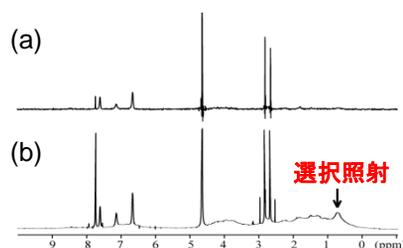

図4 ヒト血清アルブミンとサリチル酸の相互作用 (STD法)
- STD法の測定手法を図3に、応用例を図4に示します。タンパク質によるシグナルが効率よく消去され、リガンド分子のシグナルが鮮明に表れていることが分かります。